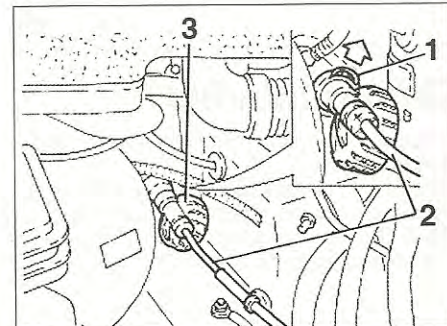

fig. 2
• Levantar la grapa (1) de la tubería (2) del cilindro de mando y desconectarla (fig. 2).